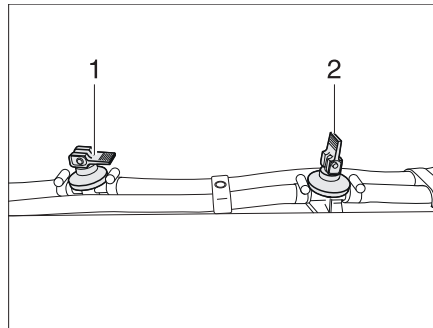

Bild 266 Ablasshahn
- Alle Ablasshähne schließen. Dazu den Kipphebel (im Bild 266,1) waagrecht stellen.